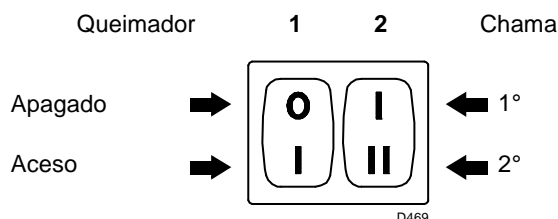
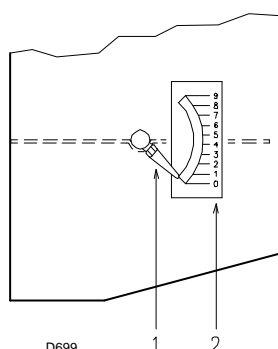
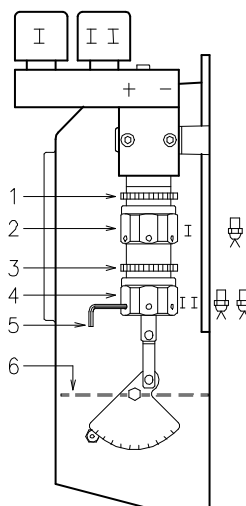

Fig. 22
Fig. 23
Fig. 24
- Colocar em funcionamento o queimador fechando os termóstatos e com o interruptor 1) (Fig. 22 Pág. 19) na posição
- Quando o gasóleo sai pelo parafuso 3), indica que a bomba está alimentada. Parar imediatamente o queimador: interruptor 1) (Fig. 22 Pág. 19) na posição “DESLIGADO” e aparafusar o parafuso 3).
Colocar o interruptor 1) (Fig. 22) na posição “ACESO”.
Manter o queimador funcionando na 1ª chama, colocando o interruptor 2) (Fig. 22) na posição 1ª chama. A abertura do registo 6) (Fig. 24) deve ser proporcional à da boquilha escolhida: o índice 1) (Fig. 23) deve corresponder com o número da posição 2) (Fig. 23) indicado na tabela (Tab. E). A regulação faz-se rodando o hexágono 2) (Fig. 24):
posição 2,3 (Fig. 23) em correspondência com o índice 1).
À regulação efectuada bloquear o hexágono 2) (Fig. 24) com o aro 1).
Nº = Posição 2) (Fig. 23)
Colocar o interruptor 2) (Fig. 22 Pág. 19) na posição 2ª chama e regular o registo 6) (Fig. 24) actuando sobre o hexágono 4) (Fig. 24), depois de se ter aliviado o aro 3) (Fig. 24).
para facilitar a regulação dos hexágonos 2) e 4) (Fig. 24), utilizar uma chave hexagonal de 3 mm 5) (Fig. 24).